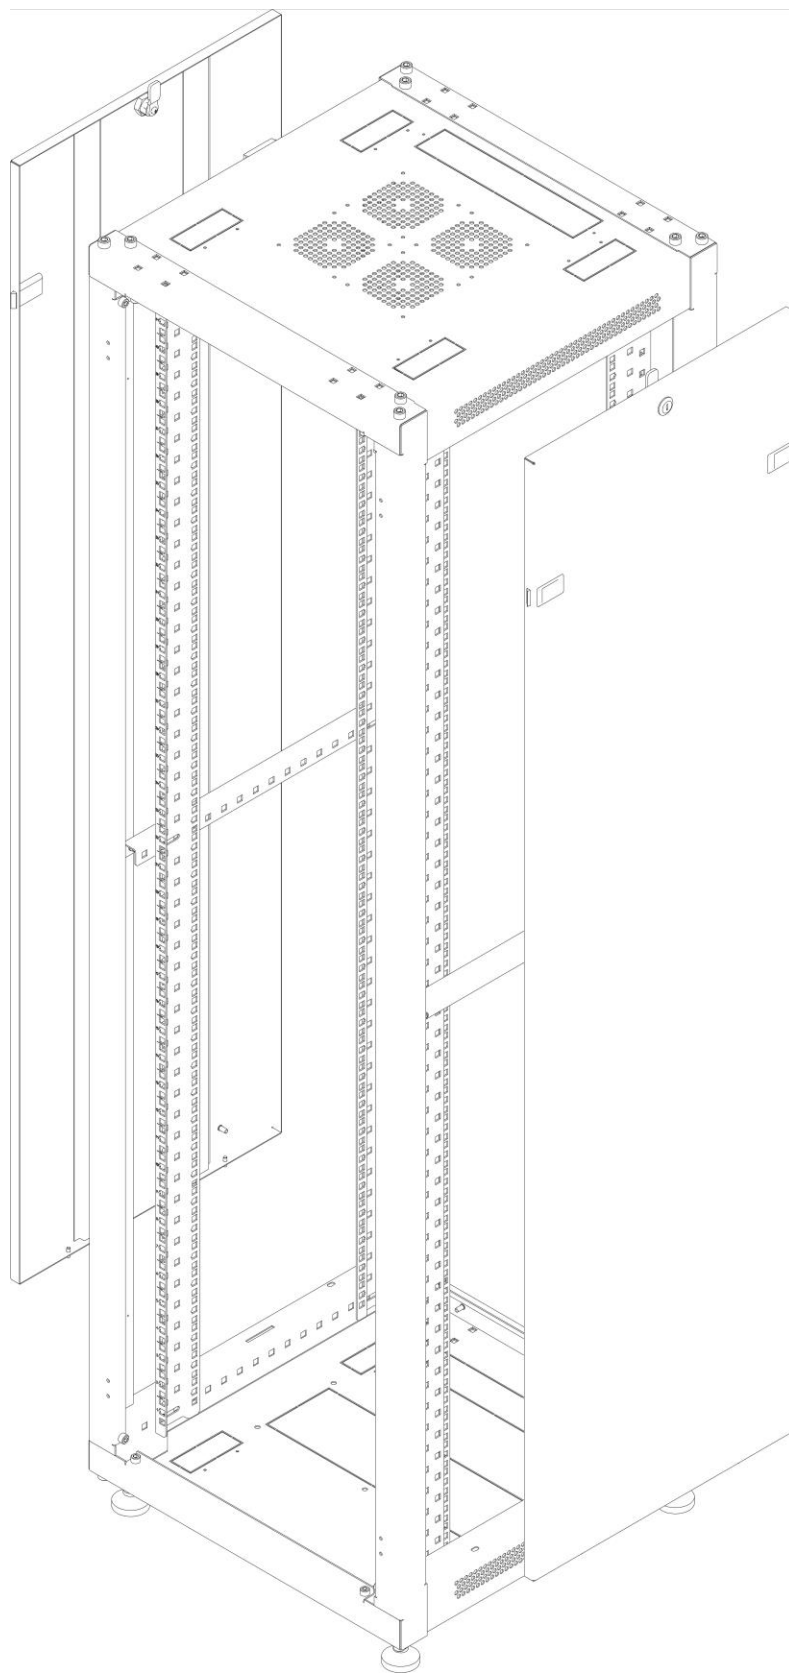

Рисунок 4 – установка стенок.
7.1.4 Для установки стенки (1.2) в шкаф необходимо состыковать два выступа снизу стенки с пазами в основании, затем перевести язычок замка в положение «закрыто». Повторить операцию для второй стенки. (рисунок 4).